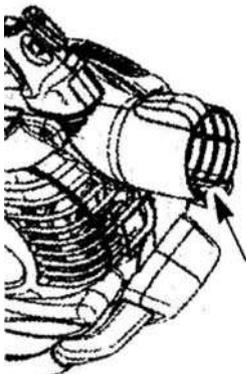

Fig.3-1
1. Poussez le tube pour sac au niveau de l'orifice de sortie de l'appareil et faites une rotation du tube jusqu'à ce que les trous pour fixer les vis soient visibles. (Fig.3-1)